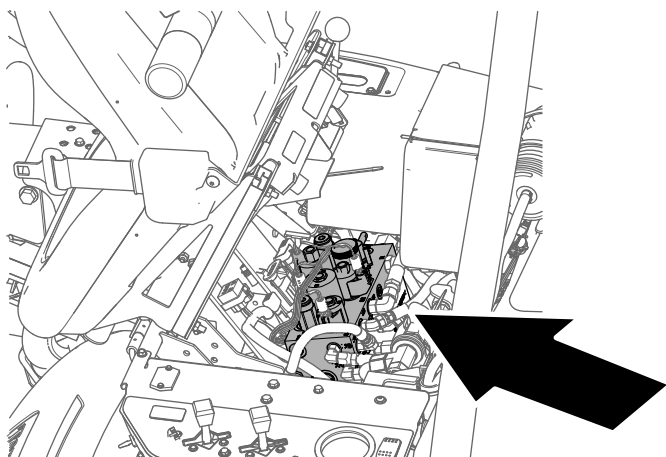

Bild 52
2. Klappen Sie den Bedienerstisch hoch und stützen Sie ihn mit der Stützstange ab (Bild 52).